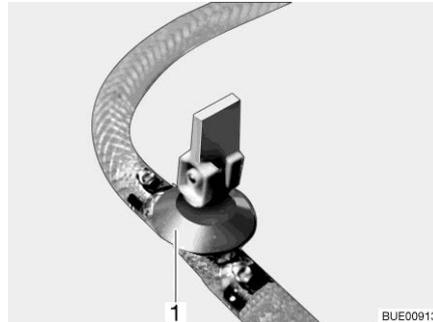

Fig. 192 Llave de desagüe (con balancín)
- Cerrar todas las llaves de desagüe. Para ello, ajustar el balancín de la llave de desagüe (Fig. 192,1) en la posición horizontal.